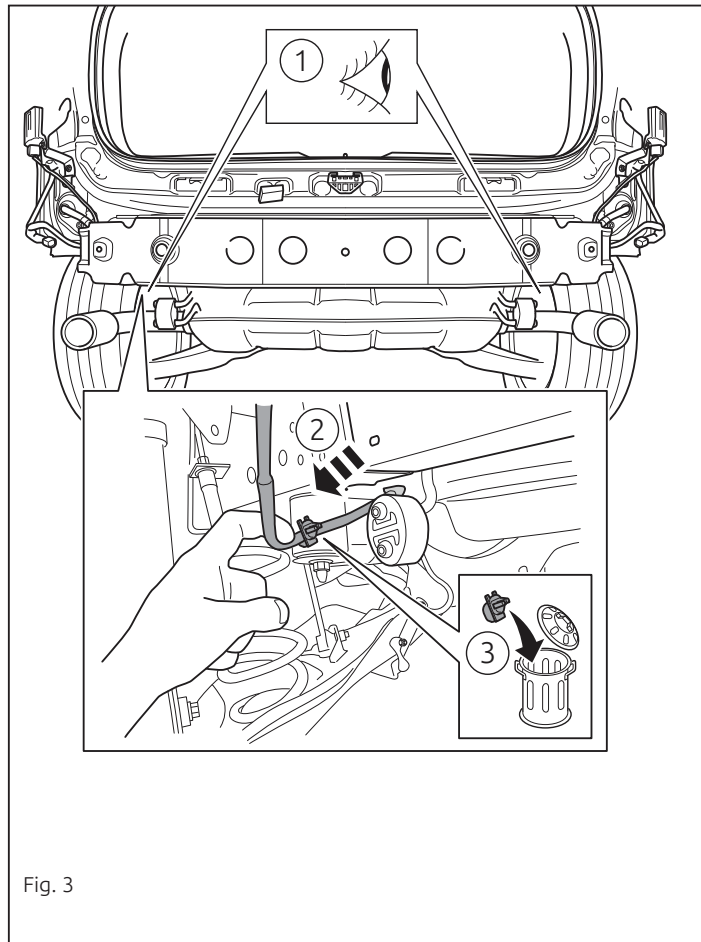

Fig. 3
4. **Для автомобилей Ad-Blue:** Снять с шасси крепление линии. См. рисунок 3.
9. **Для автомобилей Ad-Blue:** Привязать провод в точке J пластмассовой проволокой. См. рисунок 3.